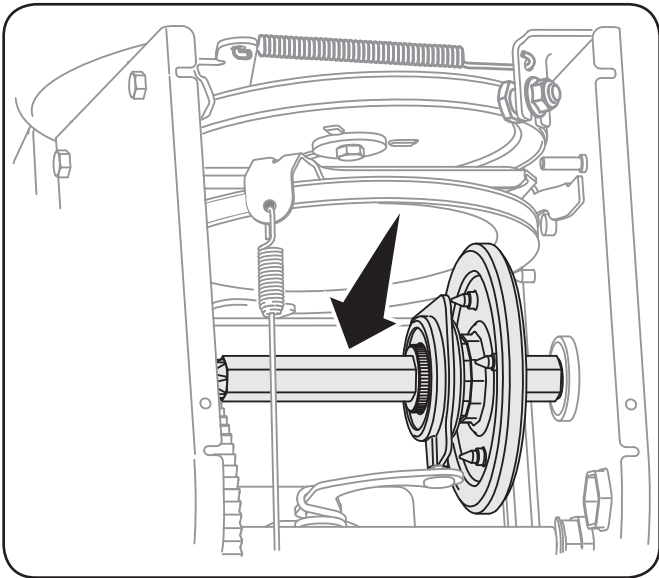

Fig. 6-2
- 4. Appliquez une légère couche de pâte anti-grippant sur l'arbre hex. Voir la Fig. 6-2.